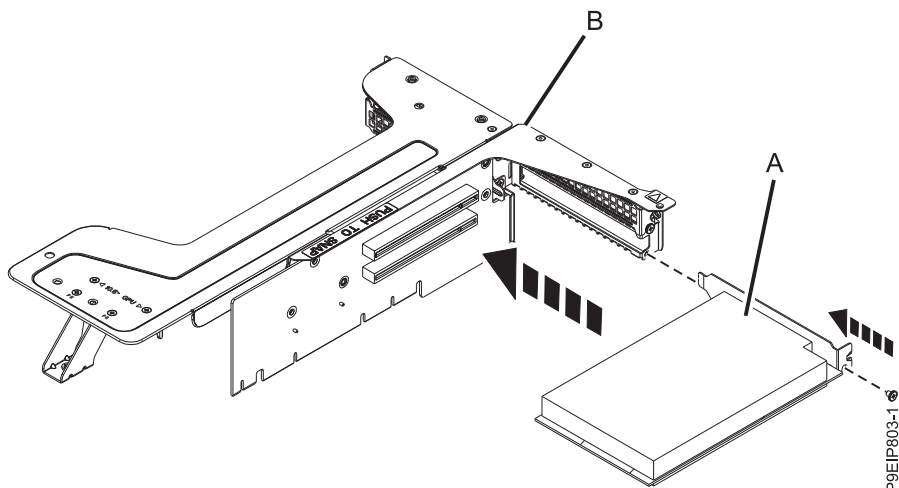

Figura 55. Inserción de un adaptador en la posición 1 de la tarjeta de expansión PCIe
- f. Inserte el adaptador PCIe (A) en la posición 1 de la tarjeta de expansión del adaptador PCIe (B), tal como se muestra en la Figura 55 en la página 90.